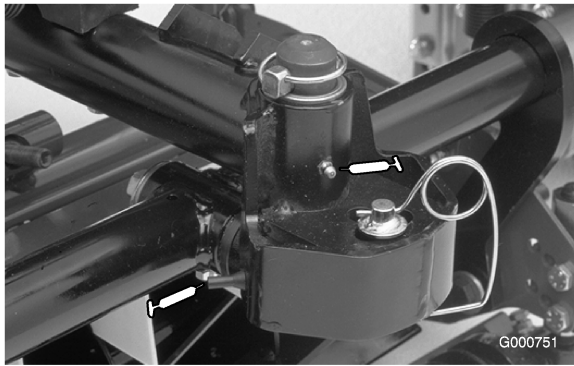

Bild 29
- Mähwerkträgerrahmen und Drehbüchsen (2 Stück) (Bild 29)